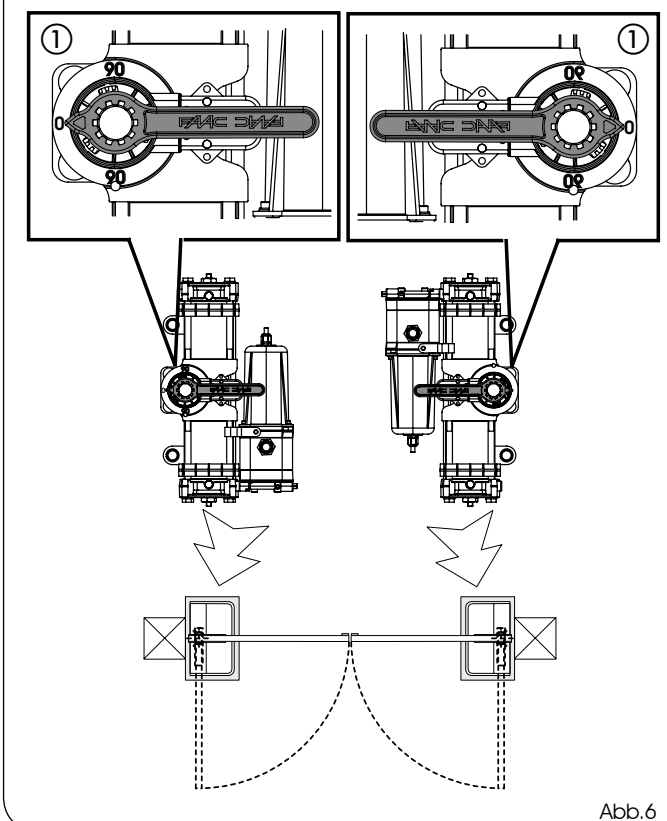

Abb.6
6) **Ohne das Ritzel zu bewegen**, den im Lieferumfang enthaltenen Schlüssel am Antrieb einstecken (siehe Abb. 6) und sicherstellen, dass dieser auf 0 (NULL) am Kunststoffteil des Antriebs (Abb. 6, Bez. ①) zeigt, eventuell das Ritzel drehen. **(WICHTIG FÜR DIE KORREKTE KUPPLUNG RITZEL-NUTBUCHSE BEI DER MONTAGE).**